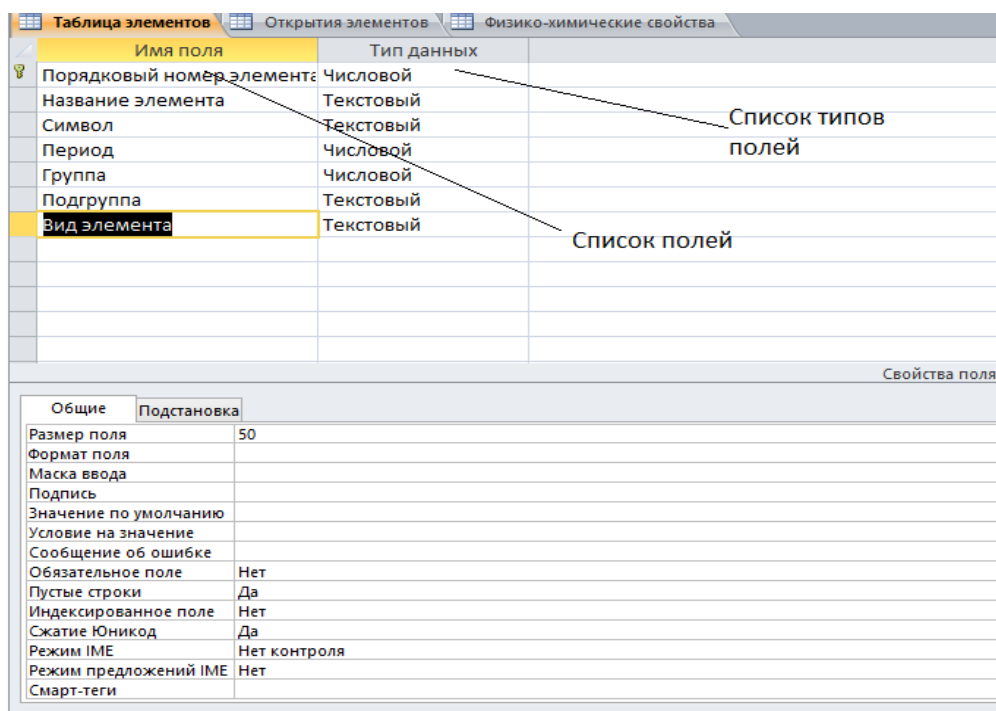

Рисунок 57 – Диалоговое окно *Создание таблицы в режиме конструктора*
- для первой таблицы ввести следующие поля (рисунок 57):